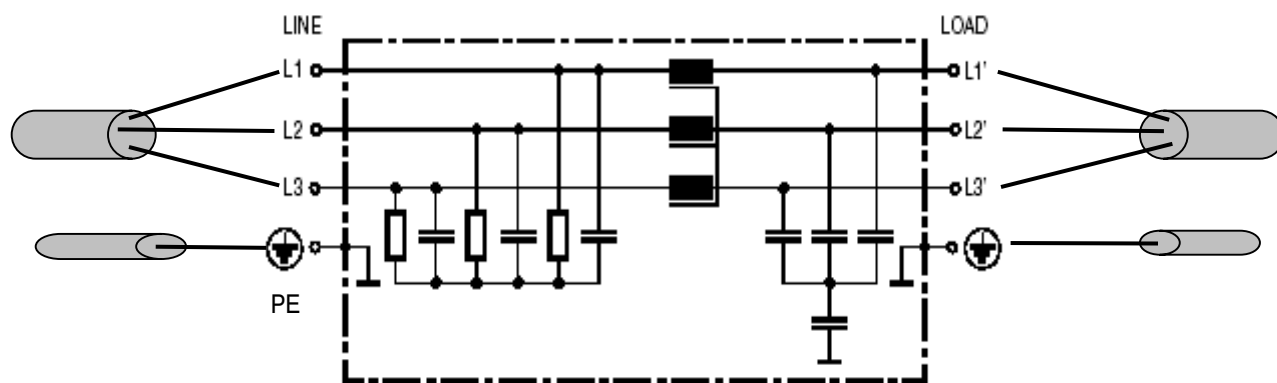

Figura E1.3 Collegamento convertitore
- a) Il convertitore non può essere equipaggiato con filtro EMC se è installato su una rete flottante (IT). La rete sarà collegata al potenziale di terra attraverso i condensatori del filtro EMC. Ciò può provocare danni all'unità.
- b) Fare riferimento alla figura E1.3/4 per il collegamento del filtro RFI al convertitore.